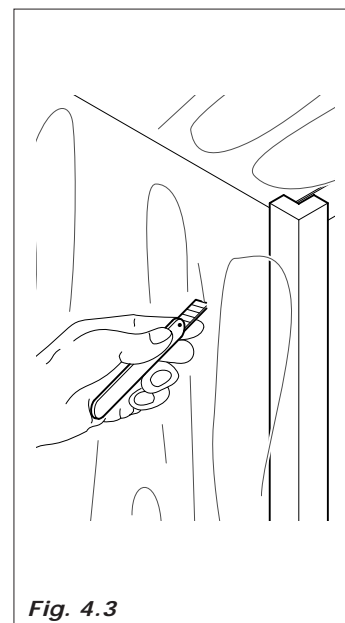

Fig. 4.3
- Tirar a embalagem do distribuidor, cortando o filme protetivo que o enrola, ao longo de um dos cantos de proteção (Fig. 4.3).